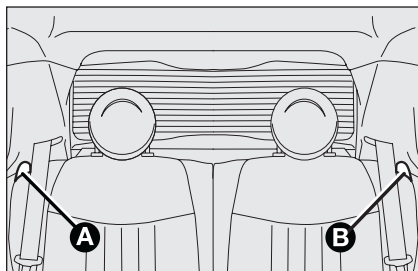

fig. 53
- ☐ accionar las palancas **A** o **B**-fig. 53 para desbloquear respectivamente la parte izquierda o derecha del respaldo y acompañar el respaldo hacia el cojín.
- ☐ accionar las palancas **A** y **B**-fig. 53 para desbloquear los respaldos y acompañarlos hacia el cojín.